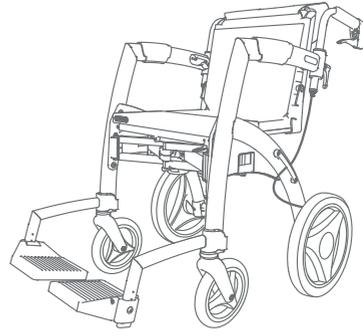

Figura 40: la sedia da trasporto è pronta per l'uso.
f. La carrozzina da trasporto è ora pronta per l'uso (Figura 40).
- Trasformate Rollz Motion in carrozzina (Figura 40) e rimuovete i poggiatesti dalla borsa della confezione del kit carrozzina da trasporto.